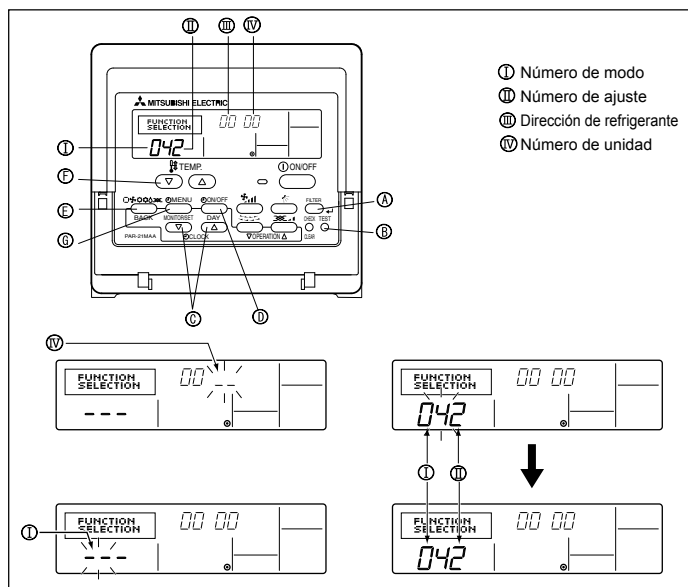

Fig. 6-6
1) Para el controlador remoto cableado (Fig. 6-6)